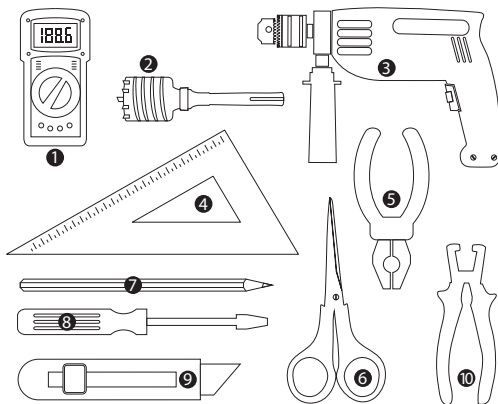

Рисунок 7. Рекомендуемый набор инструментов.
**Шаг 5. Подготовьте необходимый инструмент для монтажа (смотри рисунок 7). В случае, если Вы не являетесь квалифицированным электриком, поручите монтаж пленочного теплого пола специалисту или просто обратитесь за услугой в сервисную службу компании «ССТ».**